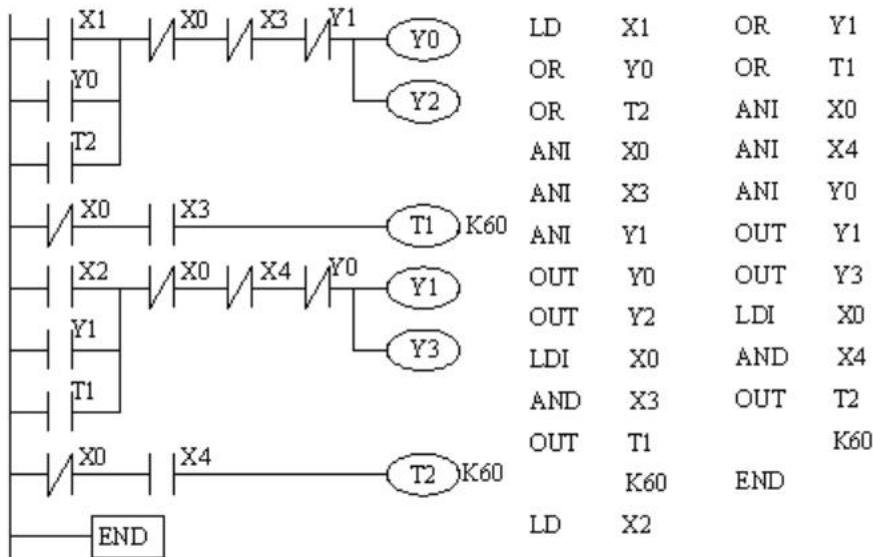

图 28 运料小车控制程序
本实验的梯形图和指令表如图 28 所示
1. 按图 28 输入程序。